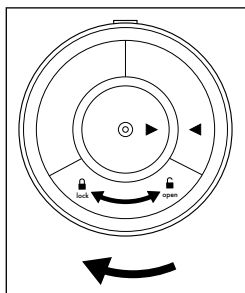

Fig. 2
7. Reinscrivere la chiusura del vano pile **13**. Ruotare la chiusura del vano pile **13** in senso orario verso **lock**  finché i due segni ► ◀ non si trovano alla stessa altezza e la chiusura del vano pile **13** non s'innesta in modo udibile (vedere fig. 2).